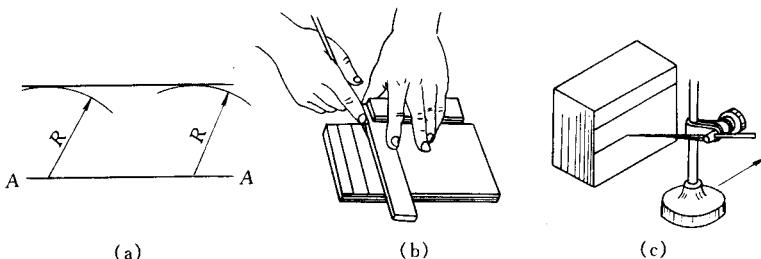

图 1-14 划平行线
① 几何作图法 如图 1-14 (a) 所示, 在划好的线上取两点, 分别以两点为圆心、以相同半径用划规划两圆弧, 然后用钢尺作两圆弧的切线, 即为所求的平行线。
② 用直角尺划平行线 如图 1-14 (b) 所示, 先用钢板尺和划针划出所需的距离, 再用直角尺尺座靠紧工件垂直面, 尺身一边对正划好的距离, 用划针划出平行线。
③ 用平台、划线盘划平行线 如图 1-14 (c) 所示, 当工件可以垂直安放在划线平台上时 (可以紧靠方箱、角铁的侧面), 可用划线盘 (也是一种划线工具) 在高度尺上度量出尺寸后, 沿平台移动划出。图中箭头方向即为划线盘移动方向。